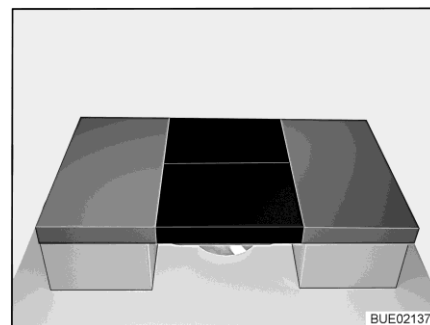

Fig. 122 Après la transformation
- Placer deux coussins supplémentaires sur la table (voir Fig. 122).